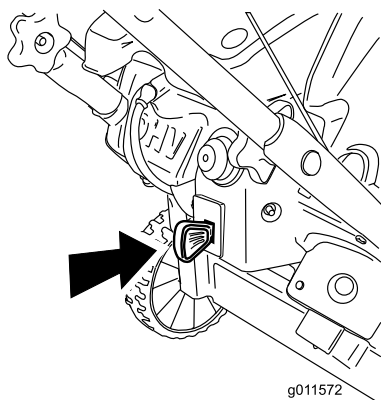

Bild 15
1. Drücken Sie den Zündschlüssel nach unten in die Ein-Stellung (Bild 15).